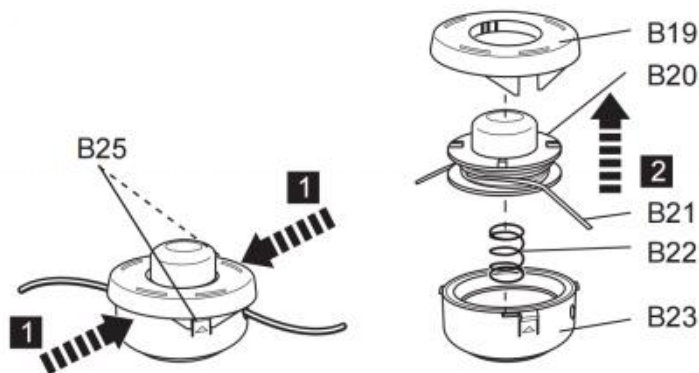

Fig. 63
3. Appuyez sur les loquets de déverrouillage (B25) du boîtier de la tête de coupe (B23) pour ouvrir le couvercle (B19) (Fig. 63). Le couvercle (B19) et la bobine (B20) sortiront.